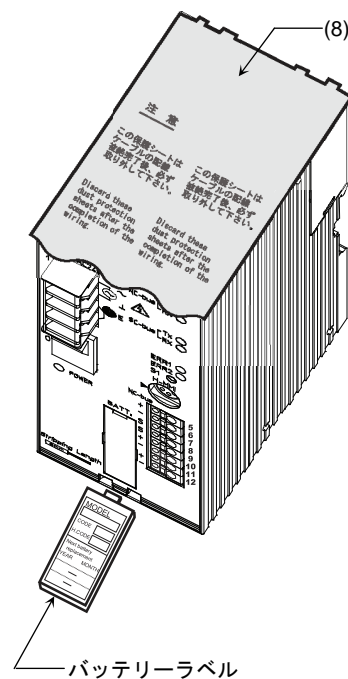

図11 バッテリーラベルと保護シート
- ④ バッテリーホルダーを本体に入れる。
- ⑤ タグのバッテリーラベルに5年後の年月を油性ペンで記載する。
- (1) 高温高湿となるような場所を避けて取り付けてください。
- (2) 誤って落としたりすることのないようにしてください。
- (3) 配線交換は、電源を切った状態(本製品の電源端子への配線が回路から切り離された状態)で行ってください。
- (4) 電源を投入する前に、結線が正しく行われているか十分に確認してください。
- (5) 電源投入後、正常に動作するまでには数十秒を要します。この際、一時的に重故障(ERR1)が表示(前面の赤色LEDが点灯)されますが、異常ではありません。
- (6) 空き端子には結線しないでください。
- (7) 上部および下部は他機器と35mm以上離してください。
- (8) 電源を投入する前に、上部に貼ってある保護シートをはがしてください。(図11参照)